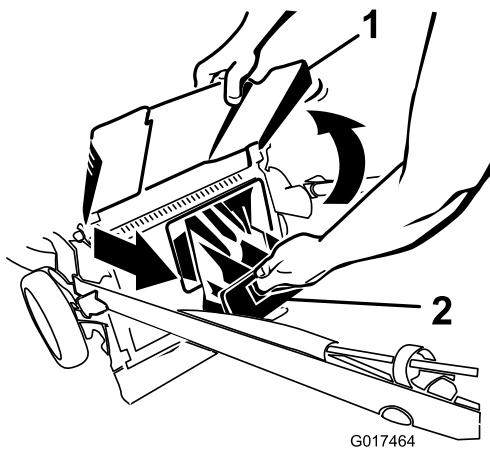

Figure 25
2. Soulevez le déflecteur d'éjection et gardez-le dans cette position (Figure 25).
3. Retirez l'obturateur d'éjection arrière (Figure 25).